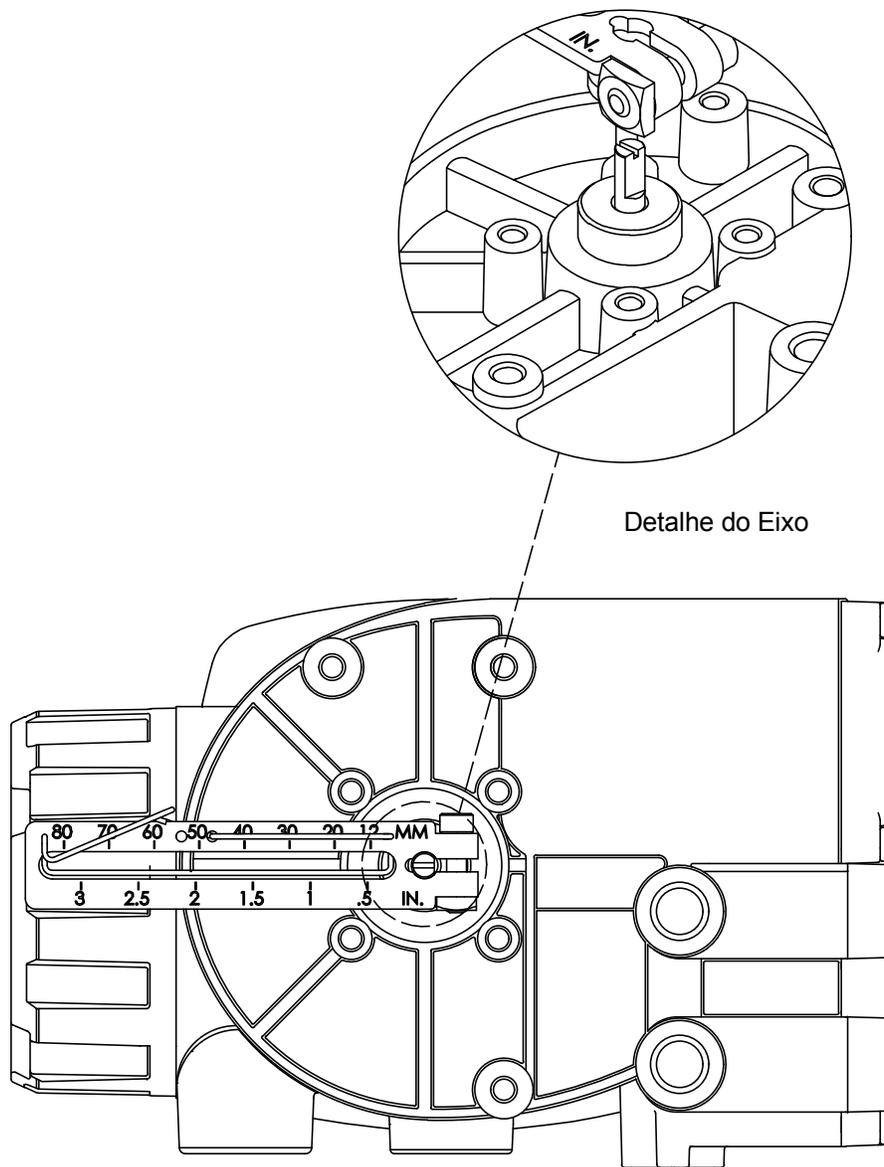

Figura 4 – Orientação do eixo do potenciômetro e montagem da alavanca de realimentação para a instalação em atuadores lineares Valtek
- Instale a alavanca de realimentação no eixo do potenciômetro que fica localizado na face traseira do posicionador. Neste caso, a face plana do eixo do potenciômetro deve ficar na posição vertical, voltada para o lado da tampa pneumática (vide Figura 4) e a alavanca de realimentação ficará voltada para o lado direito do posicionador (em direção à tampa dos terminais). Aperte firmemente o parafuso Allen que fixa a alavanca de realimentação no eixo do potenciômetro.
- Instale a alavanca de realimentação no eixo do potenciômetro que fica localizado na face traseira do posicionador. Neste caso, a face plana do eixo do potenciômetro deve ficar na posição vertical, voltada para o lado da tampa pneumática (vide Figura 4) e a alavanca de realimentação deve ficar voltada para o lado esquerdo do posicionador (também em direção à tampa pneumática). Aperte firmemente o parafuso que fixa a alavanca de realimentação no eixo do potenciômetro.
- Instale a alavanca de realimentação no eixo do potenciômetro que fica localizado na face traseira do posicionador. Neste caso, a face plana do eixo do potenciômetro deve ficar na posição vertical, voltada para o lado da tampa pneumática (vide Figura 4) e a alavanca de realimentação deve ficar voltada para o lado direito do posicionador (em direção à tampa dos terminais elétricos). Aperte firmemente o parafuso que fixa a alavanca de realimentação no eixo do potenciômetro.